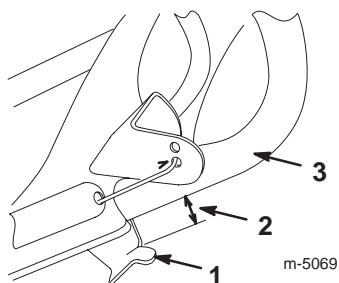
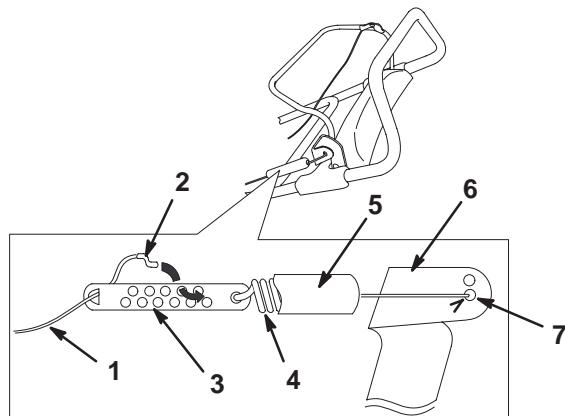

Bild 9
Bild 10
3. Stellen Sie sicher, dass ein Abstand von 3 bis 6 mm zwischen dem Steuerstangenprofil und dem Griff vorhanden ist (siehe Bild 9).
3. Entfernen Sie das Z-Teil von der Zugeinstellung (Bild 10) ab und positionieren Sie das Z-Teil in einem höheren oder tieferen Loch der Einstellung, um den korrekten Abstand von 3 – 6 mm zwischen dem Schaltstangenprofil und dem Griff herbeizuführen (Bild 9).
5. Bringen Sie das Federende in der Öffnung in der Mitte des Steuerstangenprofils an (siehe Bild 10).
Hinweis: Der Antriebsriemen wird nach längerem Einsatz abgenutzt und verliert seine korrekte Spannung. Eine unsachgemäße Riemenspannung führt zum Rutschen des Riemens und zur Reduktion der Fräsenleistung bei starker Beanspruchung. Es kann nach zwei bis drei normalen Arbeitseinsätzen (10 bis 15 Betriebsstunden) zum Riemenschlupf kommen. Wenn der Antriebsriemen bei einer schweren Last zu locker ist (ständig quietscht), erhöhen Sie die Spannung des Riemens, indem Sie das Federende in der anderen Öffnung am Steuerstangenprofil anbringen (siehe Bild 10). Stellen Sie den Abstand zwischen Steuerstangenprofil und Griff auf 3 bis 6 mm ein.
1. Entfernen Sie das Federende von der Öffnung in der Mitte des Schaltstangenprofils (siehe Bild 10).